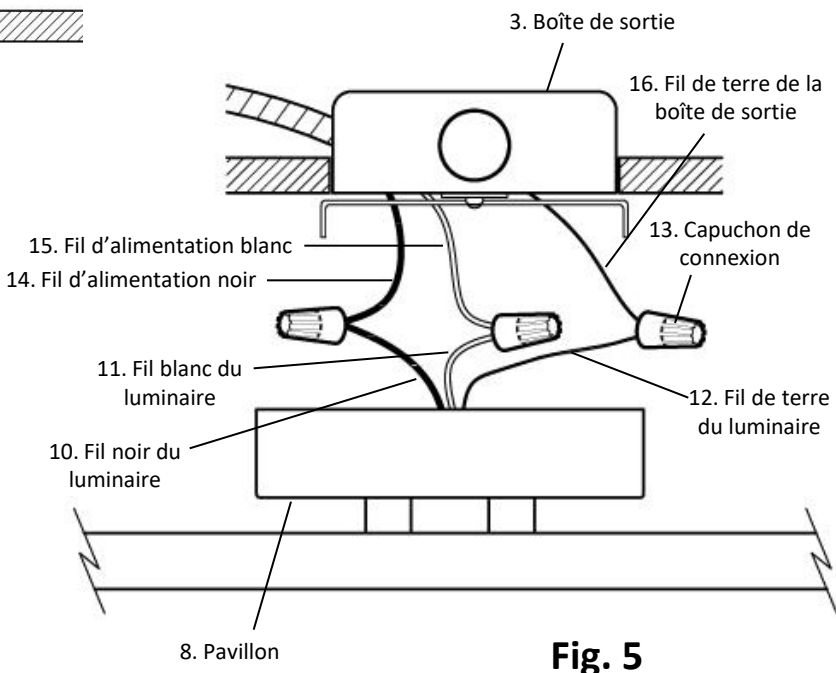

Fig. 5
5. Raccordez le fil d'alimentation noir (n° 14) au fil noir du luminaire (n° 10) et le fil d'alimentation blanc (n° 15) au fil blanc du luminaire (n° 11) à l'aide des capuchons de connexion (n° 13). Raccordez le fil de terre du luminaire (n° 12) au fil de terre de la boîte de sortie (n° 16) à l'aide d'un capuchon de connexion (n° 13). Enroulez soigneusement les connexions électriques avec du ruban isolant pour plus de sécurité. (Fig. 5) À noter : si vous avez des questions concernant l'installation électrique, consultez le code de l'électricité de votre province pour connaître les méthodes de mise à la terre autorisées.